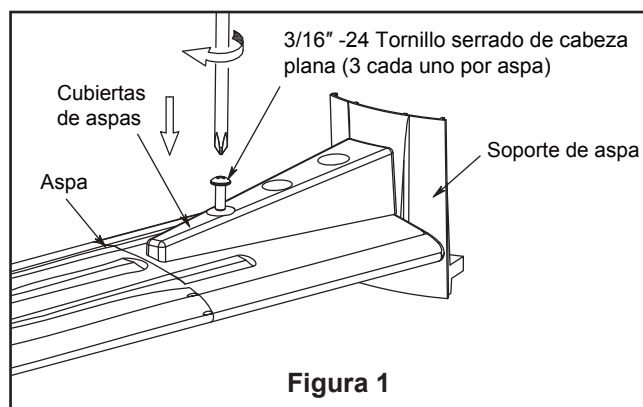

Figura 1
1. Instale la cubierta rotando la ranura clave en la cubierta sobre el tornillo de hombro del soporte del gancho, teniendo cuidado de no pillar los cables. Fije el tornillo de hombro. Instale adecuadamente y fije el segundo tornillo de hombro que fue anteriormente guardado. (Figura 1)
1. Apoye el lado liso del soporte de aspas sobre una superficie plana, con la parte interior del soporte mirando hacia arriba. Este es el lado que tiene los pilotes roscados y la base inclinada. Coloque las aspas sobre sus soportes con los postes roscados que se muestran. Asegúrese de que el borde inferior del aspa esté completamente asentado sobre el brazo del aspa. Coloque la cubierta del soporte de aspas sobre el aspa, y alinee los orificios sobre los pilotes roscados. Con un destornillador Phillips, enrosque ambos tornillos en los pilotes pero no los ajuste por completo. Antes de ajustarlos por completo, alinee la línea central del soporte de aspas con el centro del extremo del aspa. Ajuste ambos tornillos para asegurar el aspa. (Figura 1)
1. Extraiga los seis tornillos del soporte ubicado en la parte inferior de la unidad del motor. Instale la unidad de la placa de luz en al soporte utilizando los tornillos retirados previamente. (Figura 1)